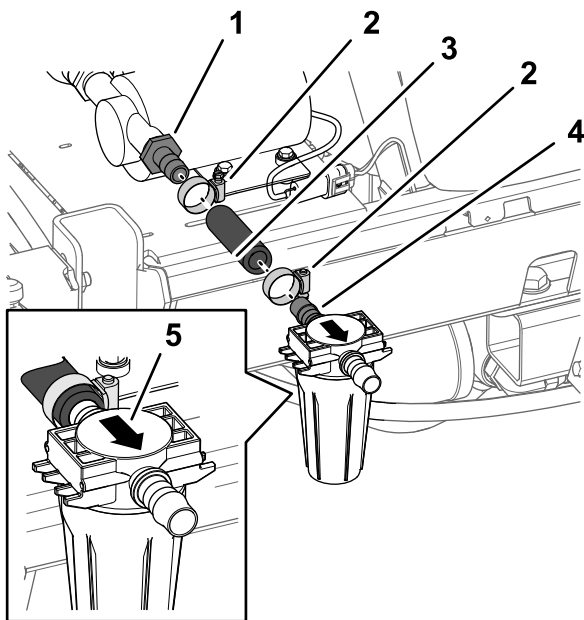
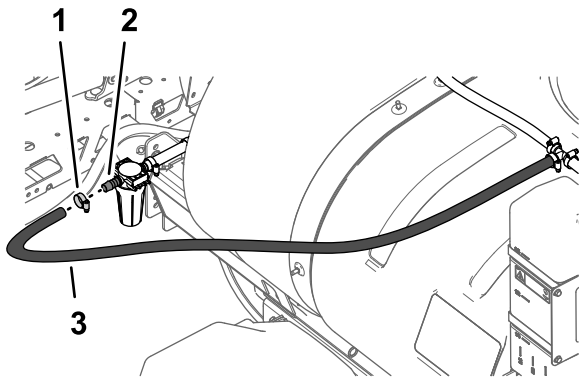

图29
图30
2. 用软管夹将在 切割软管 (页码 4) 中切割的软管 17.8cm 安装到冲洗水箱泵的外侧直通宝塔接头上然后用手拧紧夹具图29。
3. 用软管夹将滤头滤清器组件入口处的直通宝塔接头松地装入软管 17.8cm 图29。
4. 用软管夹将软管 1.9 x 180cm 的自由端安装到滤头出口处的直通宝塔接头 图30。
5. 调整滤头的位置使滤清器组件的油碗垂直然后用手紧固 2 个软管夹 图29 和 图30。